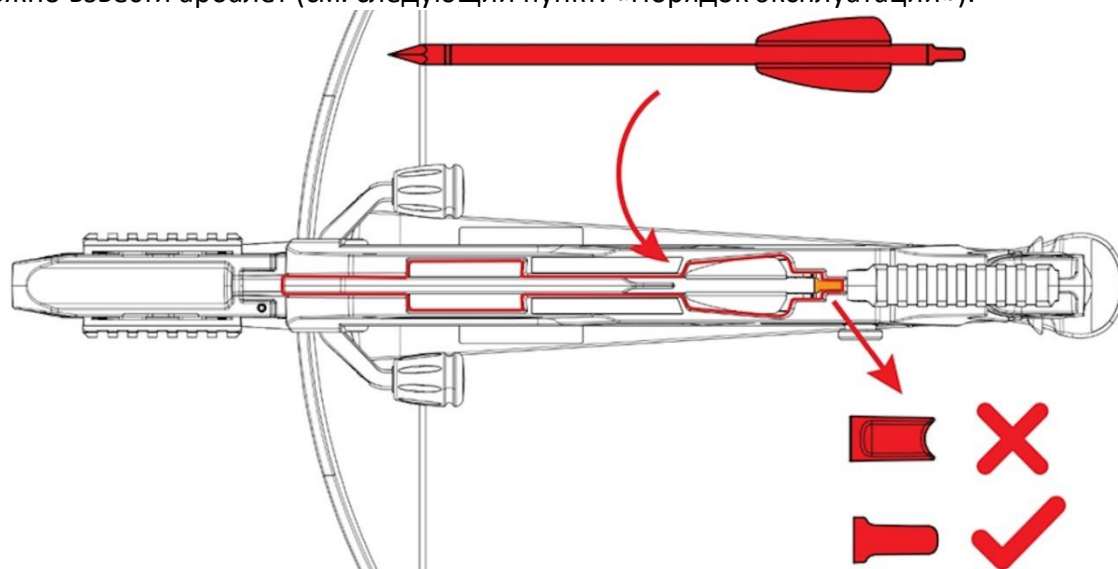

Рис.8
1. Предварительно убедитесь, что стрелы не повреждены, а хвостовик каждой стрелы расположен строго перпендикулярно относительно оперения стрелы (Рис.8).
3. Последовательно опустите 5 стрел в прорезь магазина так, чтобы оперение располагалось параллельно направляющей арбалета (Рис.8).